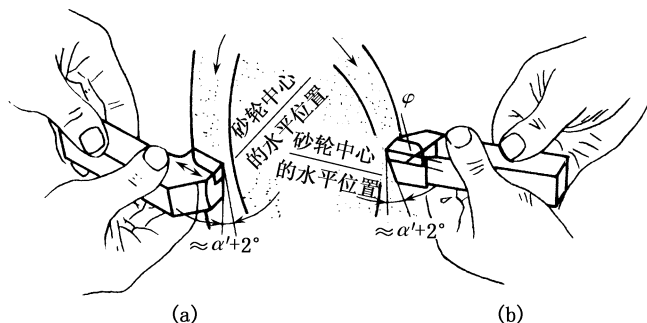

图 2-15 粗磨后角、副后角
(4) 粗磨刀体上的副后角。磨副后面时, 刀柄尾部应向右转过一个副偏角 K_r' 的角度, 同时车刀底平面向砂轮方向倾斜一个比副后角大 2° 的角度 (图 2-15 (b)), 具体刃磨方法与粗磨刀体上主后面大体相同。不同的是粗磨副后面时砂轮应磨到刀尖处为止。如此, 也可同时磨出副偏角 K_r' 和副后角 α' 。